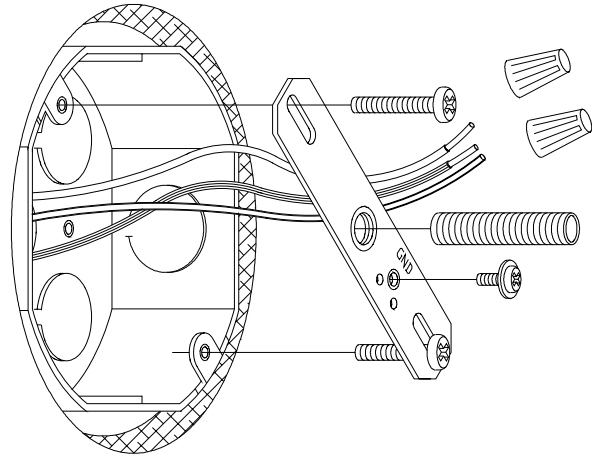

Figure 2
2. **Thread (1) 1/8IP x 2" Nipple into Crossbar,** about 1/4". (head of green screw should face outward). \_\_\_\_\_ **See Fig 2.**
3. **Attach the crossbar to the junction box** by inserting the (2) #8-32 x 1" machine screws through the slots in the crossbar into the junction box. (head of green screw should face outward). \_\_\_\_\_ **See Fig 2.**
2. **Visser (1) tige filetée** 1/8IP x 2 po dans la traverse d'environ ¼ po. (Tête de la vis verte vers l'extérieur.) **Voir la figure 2.**
3. **Fixer la traverse à la boîte** de jonction en insérant les (2) vis de mécanique cal. 8-32 x 1 po dans les rainures de la traverse de la boîte de jonction. (Tête de la vis verte vers l'extérieur.) **Voir la figure 2.**
2. **Enrosque (1) entrerrosca de 1/8IP X 2"** en la barra transversal, acerca de ¼". ( la cabeza del tornillo verde debe mirar hacia afuera) . **Vea Fig 2.**
3. **Conecte la barra transversal** a la caja de ensambladura insertando los (2) tornillos de máquina #8- 32 X 1" por las ranuras de la barra transversal a la caja de ensambladura. ( la cabeza del tornillo verde debe mirar hacia fuera). **Vea Fig 2.**